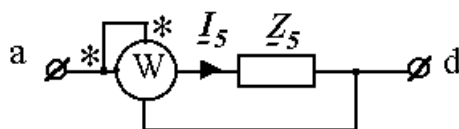

Рис. 11. Схема включения ваттметра
5. Изобразим схему включения ваттметра для измерения активной мощности в ветви, содержащей сопротивление \underline{Z}_5 . Очевидно, что для измерения мощности, потребляемой сопротивлением \underline{Z}_5 , необходимо, чтобы обмотка напряжения ваттметра была включена параллельно, а токовая обмотка – последовательно с сопротивлением \underline{Z}_5 (рис. 11).